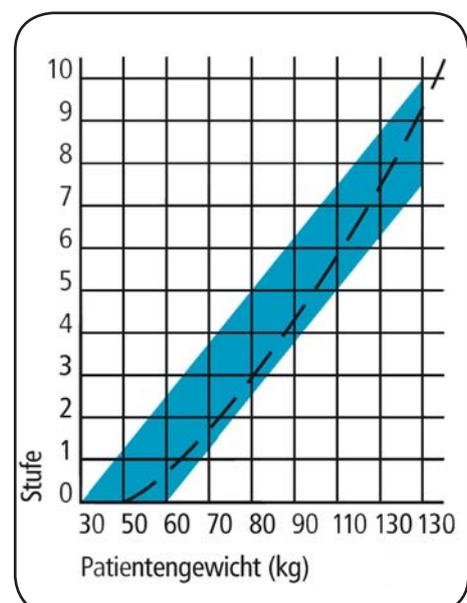

Abbildung 13
Über einen Druckregler am Aggregat (siehe Abbildung 08) wird der Druck im Verhältnis zum Patientengewicht nach dem Diagramm, das sowohl in dieser Gebrauchsanweisung (siehe Abbildung 13) als auch auf der Kurzanleitung am Aggregat abgebildet ist, in Stufen als Richtwert eingestellt. Die Pumpe füllt die Wechseldruckmatratze mit Luft und der elektronische Drucksensor misst und überwacht permanent den Druck im System. Erreicht der Systemdruck den eingestellten Druck, wird die Pumpe automatisch ausgeschaltet.
8. Anschließend stellen Sie die Leistungsstufe ein. Die optimale Leistungsstufe hängt von mehreren Faktoren ab. Hierzu gehören in erster Linie das Patientengewicht und die Auflagefläche des Patienten. Für die Einstellung kann Ihnen das Diagramm (siehe Abbildung 13) einen ersten Anhaltswert liefern. Dieser Wert dient nur als Richtwert zur groben Druckeinstellung und gibt keine genaue Angabe für das Einsinkverhalten des Körpers.